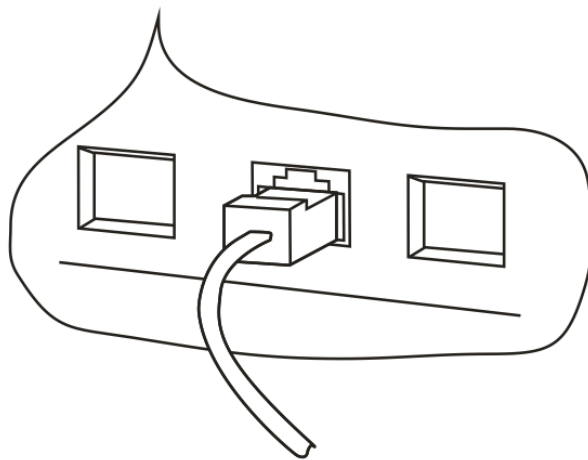

图 2-8 连接交换机 1000Base-X 端口
- 2.将 LC 接口的光纤插入光纤模块端口，如图 2-8 所示。